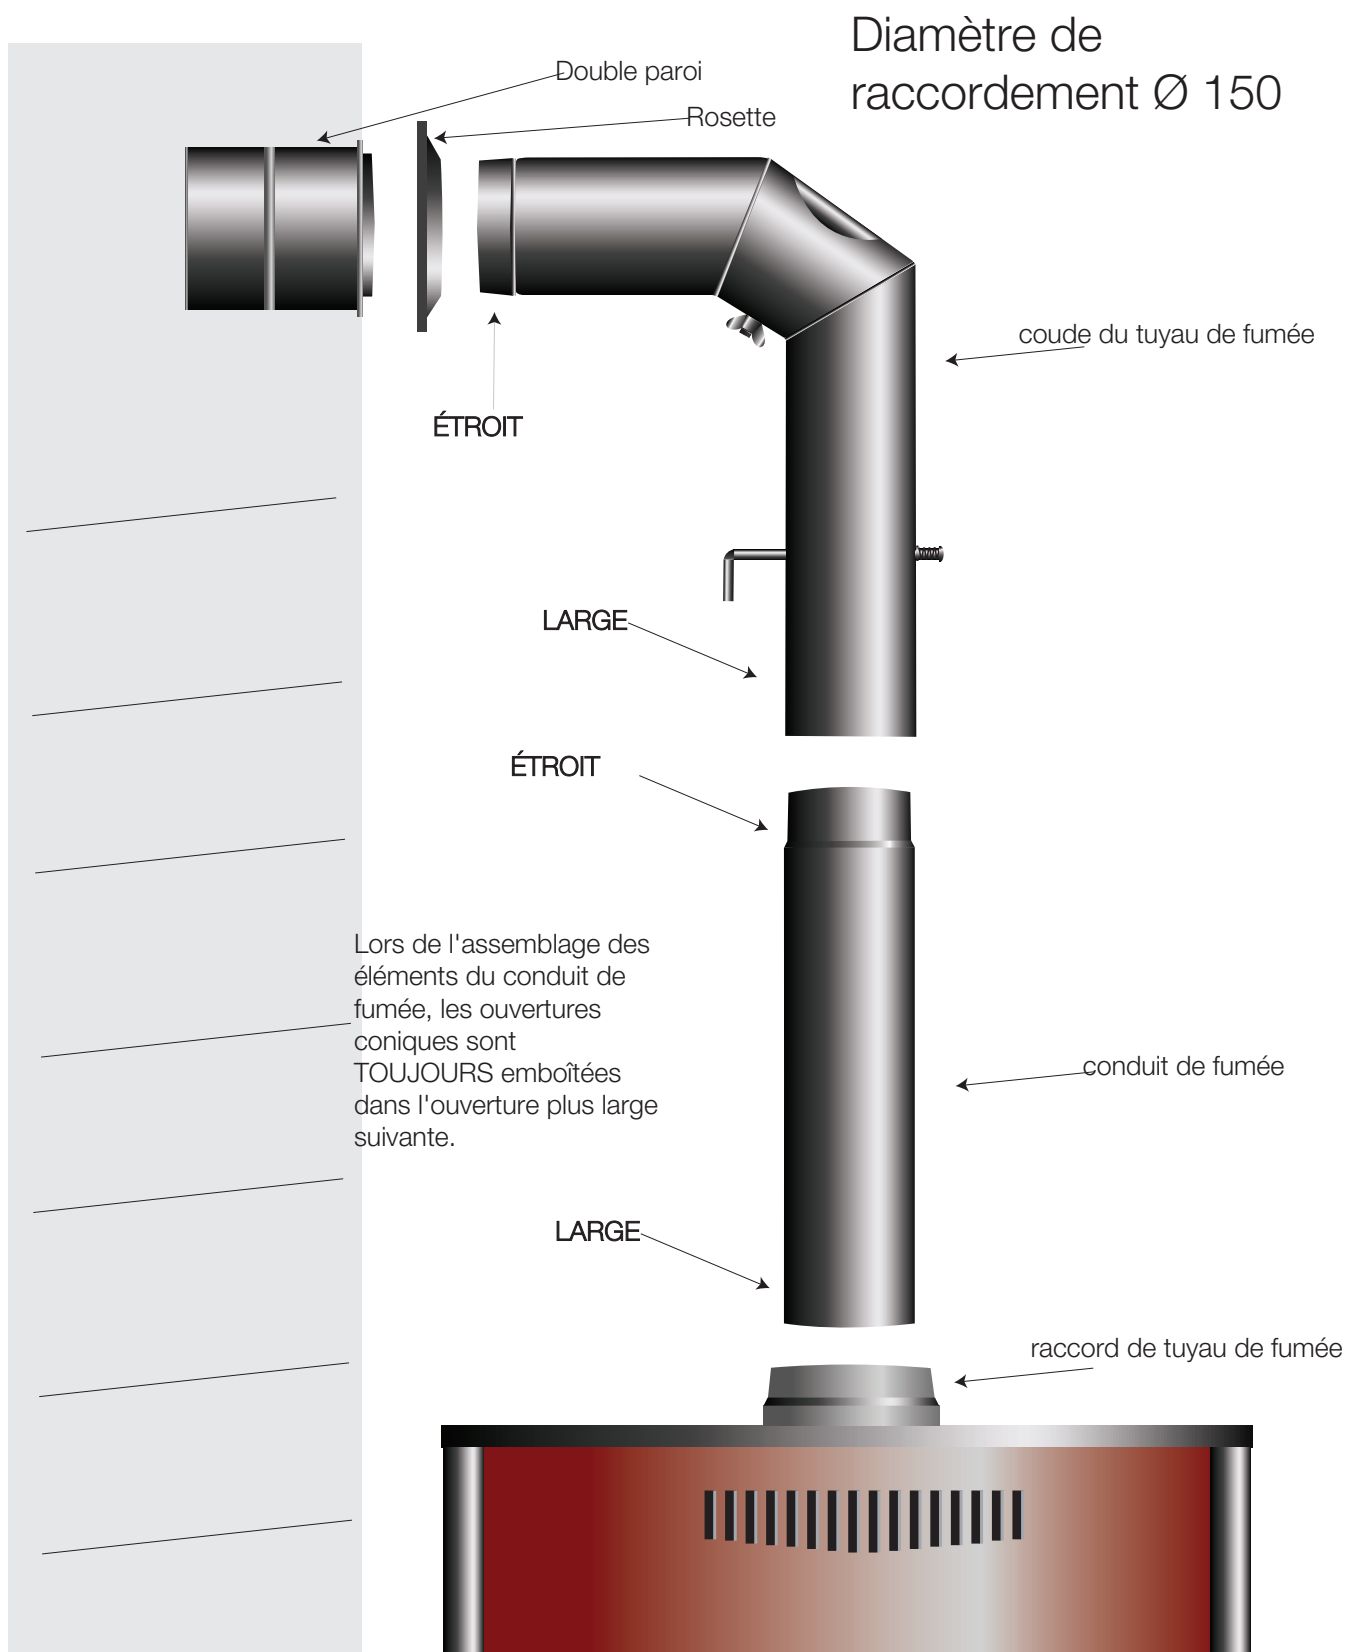

Figure 3 Raccordement du poêle à bois à la cheminée
4. Figure 3 Raccordement du poêle à bois à la cheminée	Page 6